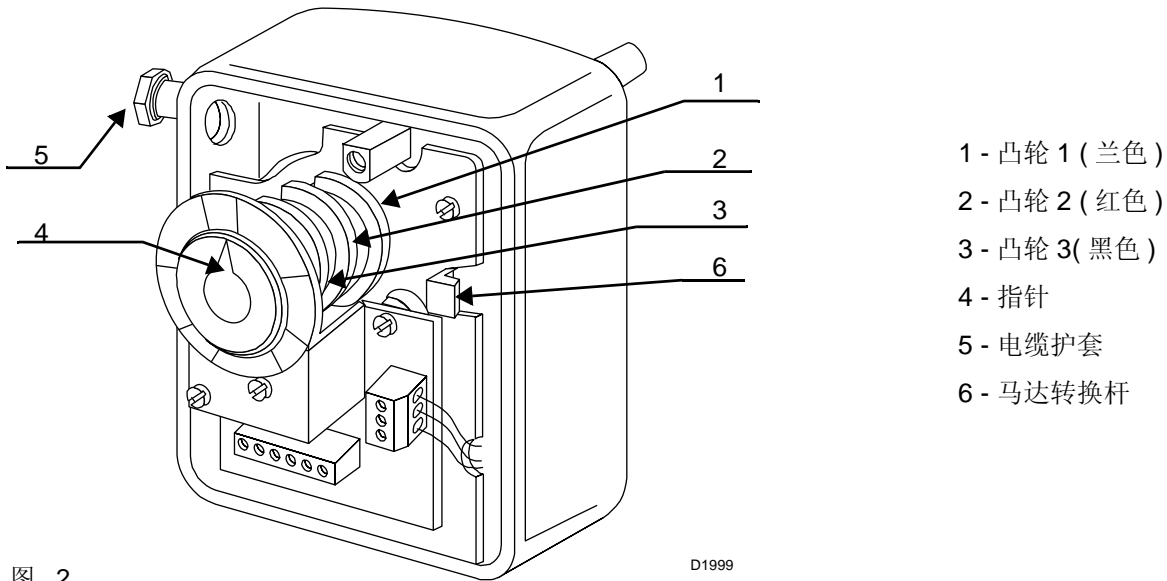

图 . 2
- 转动伺服马达上的转换杆 6) 图 .2 脱开与凸轮 1) 图 .5 的连接.
在燃烧器运行时，断开伺服马达的电源并重置转换杆 (6) (图. 2)。